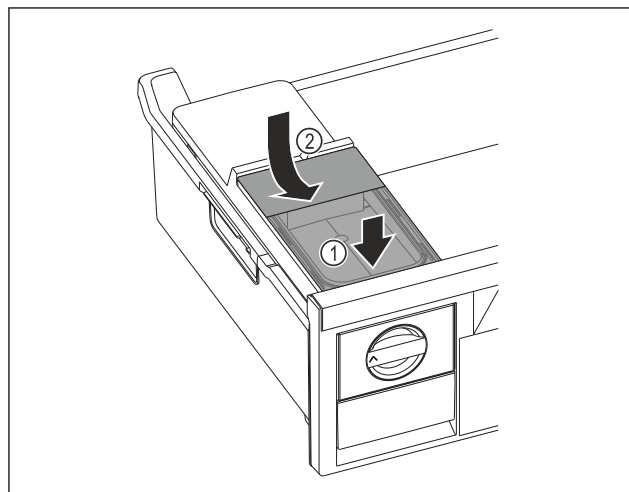

Fig. 86
- Sett fast fronten på vannbeholderen. Fig. 86 (1)
- Senk vannbeholderens bakdel. Fig. 86 (2)